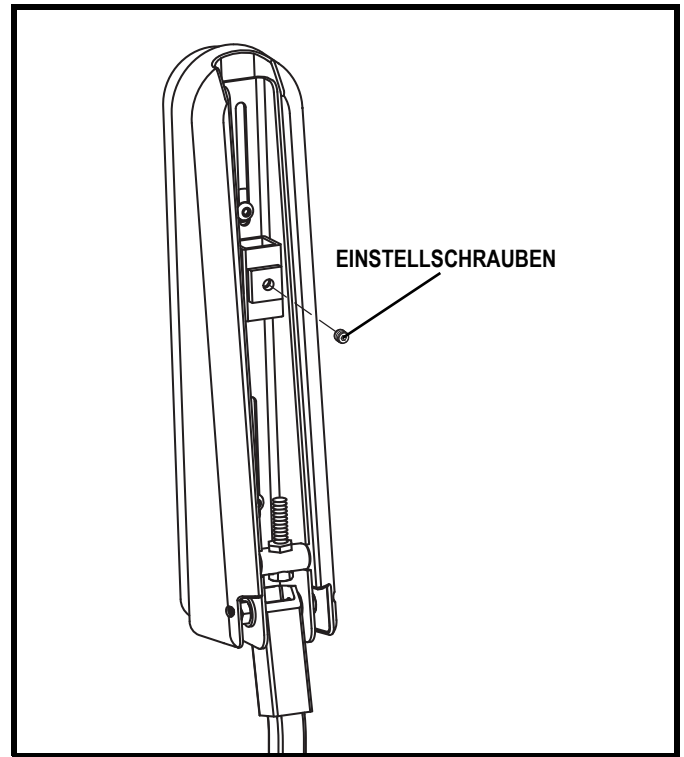

Abb. 18. Unterseite der Armlehne
2. Die Feststellschraube an der Halterung der Steuereinheit lösen. **Siehe Abbildung 18.**
**HINWEIS:** Bei Kontursitzen müssen Sie die Feststellschraube an der Unterseite beider Armlehnen lösen, die Steuereinheit an der anderen Armlehne anbringen und dann die Feststellschrauben wieder anziehen. **Siehe Abbildung 18.**